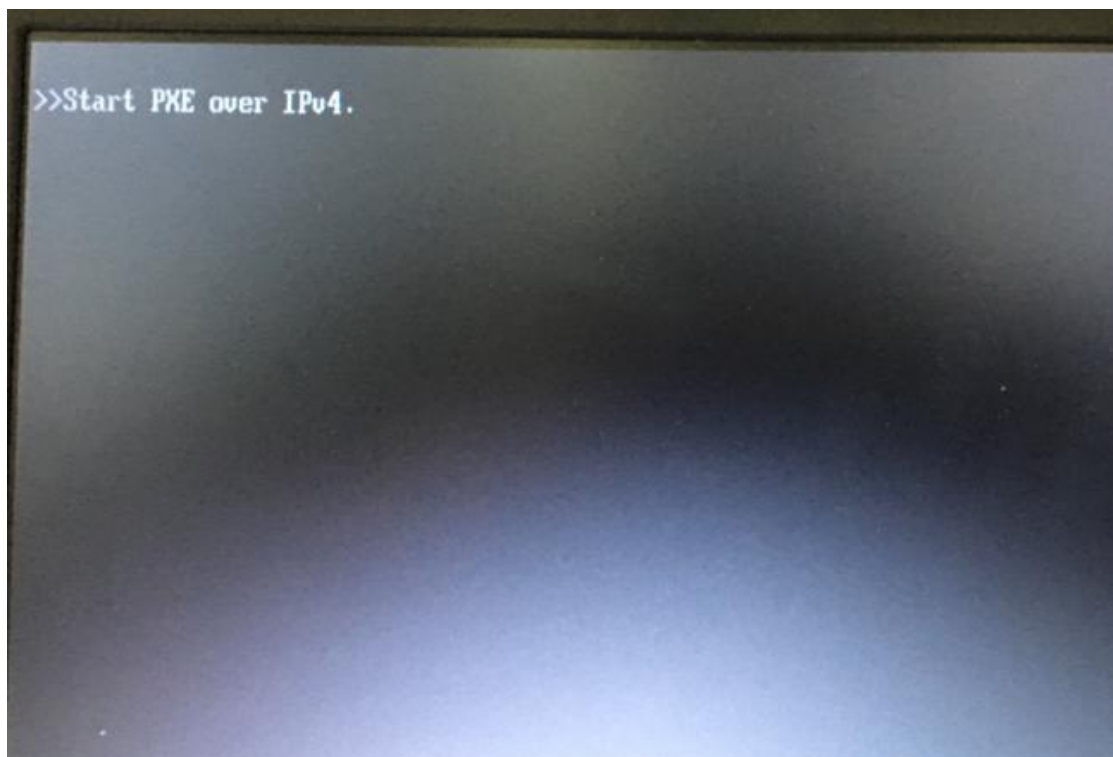
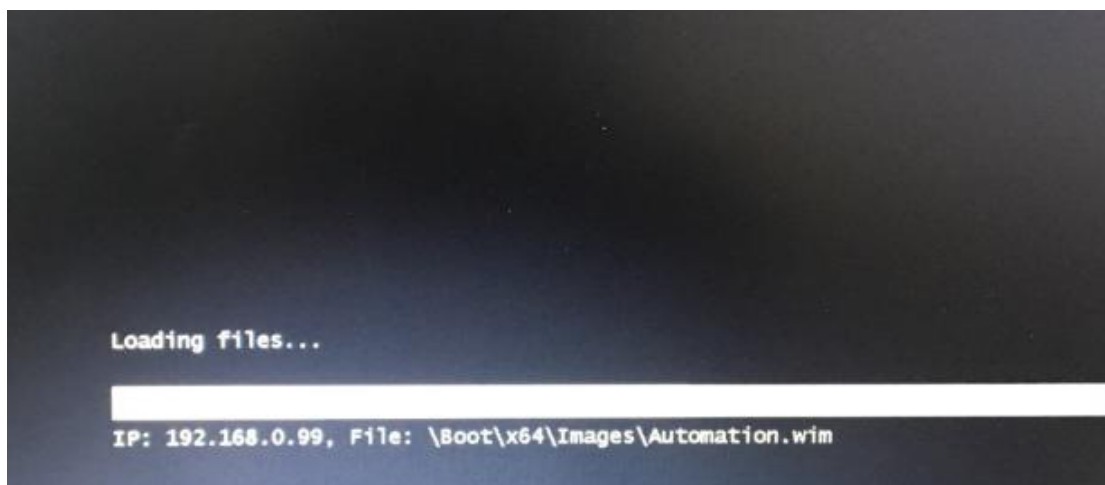

图 3
图 4
3.选择 LAN2 启动后，会出现图 3 界面（该界面可能等待时间较长，取决于机型性能，最多 3 分钟）
4.图 3 界面自动加载完成后，会到服务器加载 PE，如图 4